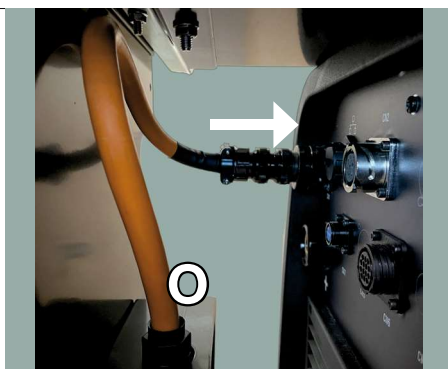
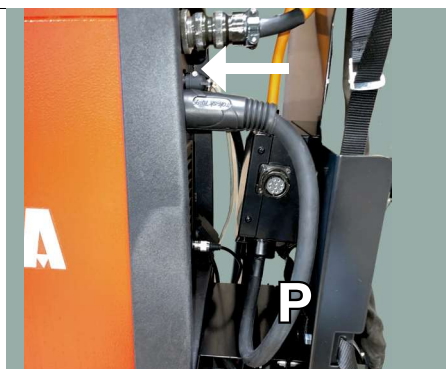

Fig. 25
Fig. 26
Collegare il cavo di segnale (O) dello sdoppiatore (H) alla presa CN1 del generatore come in fig.25. Collegare il cavo di potenza (P) dello sdoppiatore (H) alla presa + del generatore come in fig.26.
*Connect the signal cable (O) of the splitter (H) to the CN1 power source socket as in fig.25. Connect the power cable (P) of the splitter (H) to the + power source socket as in fig.26.*
Conecte el cable de señal (O) del divisor (H) a la toma CN1 del generador como en la fig.25. Conecte el cable de alimentación (P) del divisor (H) a la toma + del generador como en la fig.26.